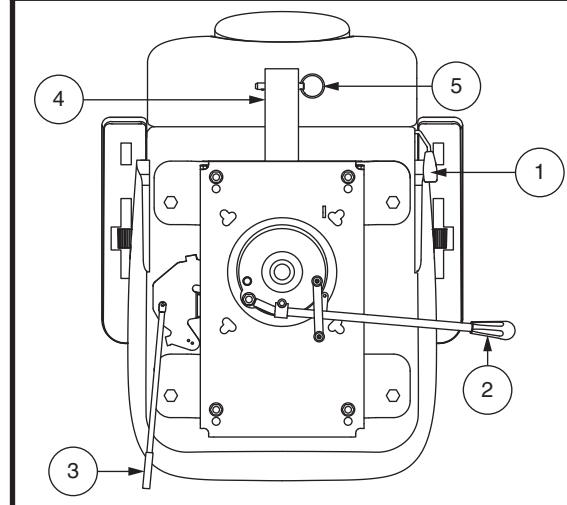

Figure 19. Réglage du siège
Si votre véhicule est équipé d'un siège à dossier inclinable, vous pouvez changer l'inclinaison du dossier avec le levier de réglage du dossier. **Voir la figure 19.**
1. Tirer vers le haut l'avant le levier de rotation du siège afin de dégager le siège. **Voir la figure 19.**
1. Déplacez le levier coulissant du siège (situé sur le côté inférieur gauche du siège) vers l'extérieur. **Voir la figure 19.**
Élevez ou abaissez l'inclinaison des accoudoirs en tournant la réglage sous l'accoudoir. **Voir la figure 19.** Tournez le bouton de réglage de l'accoudoir vers la gauche pour abaisser l'angle de l'accoudoir ou vers la droite pour le relever.
Le support d'accessoire monté à l'arrière vous permet d'attacher un accessoire personnel comme un panier, support pour marchette ou réservoir d'oxygène à l'arrière de votre véhicule. Utiliser la goupille de verrouillage afin de bien fixer votre article au support d'accessoire. **Voir la figure 19.** Consulte votre détaillant autorisé pour plus de détails.